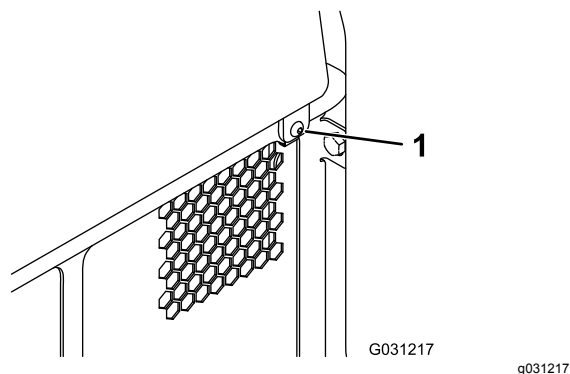

Figure 41
- Retirez la fixation (Figure 41).
- Soulevez le couvercle d'accès arrière pour accéder aux composants internes (Figure 41).